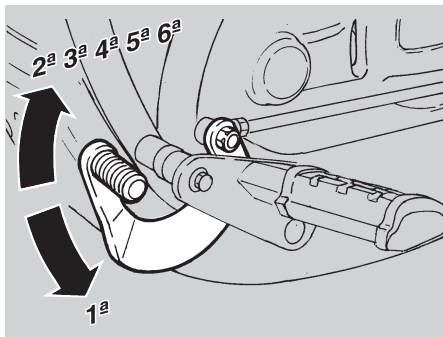

Fig. 25
- ◆ Avec la poignée de l'accélérateur relâchée et le moteur au ralenti, tirer le levier de l'embrayage et enclencher la première vitesse en pressant la pédale de la boîte de vitesse vers le bas (Fig. 25).
- ◆ Quand le véhicule atteint une certaine vitesse, relâcher la poignée de l'accélérateur, tirer le levier de l'embrayage et enclencher la deuxième vitesse, en soulevant la pédale de la boîte de vitesse (Fig. 25). Répéter cette opération pour passer aux vitesses supérieures.